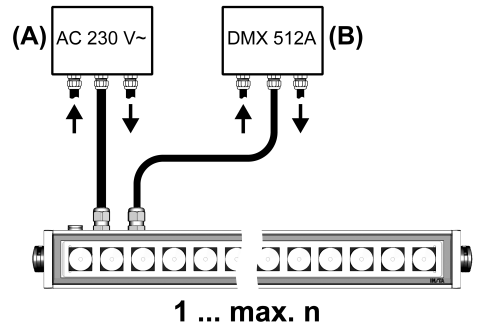

Bild 6: Anschluss-Übersicht (Variante 'L')
- Die Anschlussklemmen müssen bauseits mit einer zusätzlichen Umhüllung versehen werden, so dass die Anforderungen an eine doppelte oder verstärkte Isolierung sowie eine der Montageumgebung entsprechende Schutzart erfüllt sind. Netzanschluss (A) und Datenanschluss (B) in separaten Anschlussboxen ausführen (Bild 6).